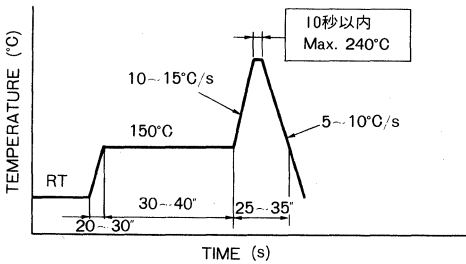

Fig. 16
1) ハンダリフロー法による場合、Fig. 16 に示す温度プロファイルを目安としてご使用願います。
1) When you use solder reflow method, use the temperature profile shown in Fig. 16 as a guideline.